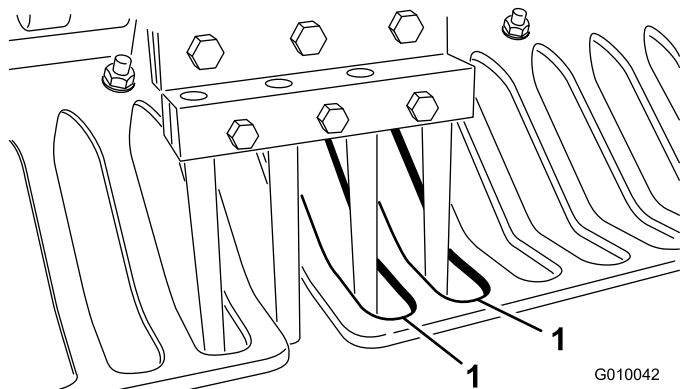

Figura 26
- Compruebe que los taladros están centrados respecto a las ranuras de los protectores de césped (Figura 26). Ajuste los protectores de césped según sea necesario y apriete las tuercas.